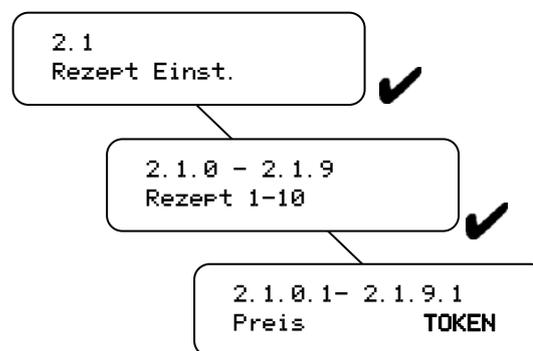

Fig. 25
- Stellen Sie den Preis TOKEN ein (Abb. 25) bei Menü 2.1.0.1 bis 2.1.9.1 **und** sperren Sie den € 0,05 und € 2,00 über den DIL Schalter auf dem Münzmechanismus mit Hilfe untenstehender Tabelle